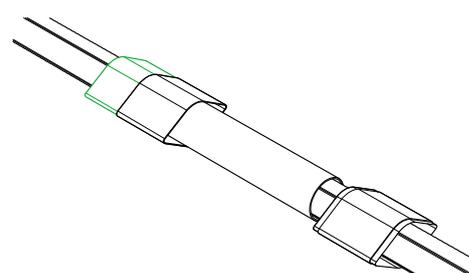

Рис. 4.8.6
- Удалить упаковочную пленку 1 с внутренней поверхности термоусаживаемого рукава 2 (рис. 4.8.6).